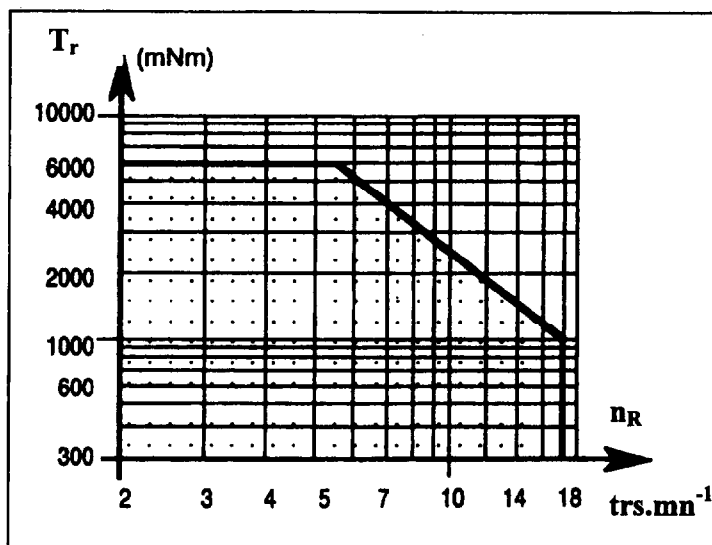

Fig.2 Courbe $T_r(n_r)$ du motoréducteur
2. En utilisant la figure 2, le réducteur présenté autorise-t-il le fonctionnement du dispositif ?